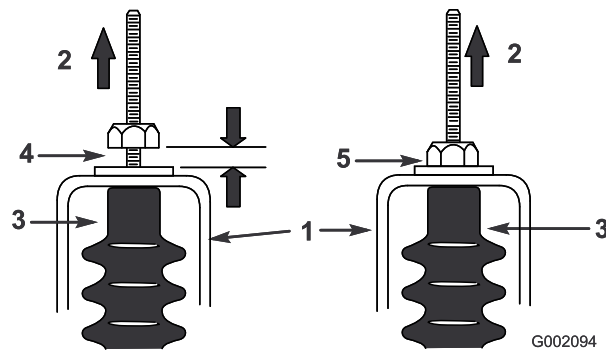

Figure 36
5. Tirez sur chaque câble de sélection et vérifiez qu'un espace de 0,075 à 0,15 cm existe entre l'écrou/la rondelle et la patte de réglage du point mort (Figure 36). Si ce n'est pas le cas, serrez plus ou moins les écrous jusqu'à obtention d'un espace de 0,075 à 0,15 cm.